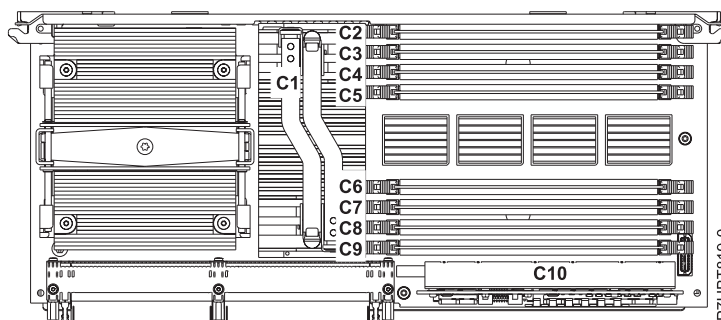

Figure 1. Emplacement des logements pour modules de mémoire dans le bloc processeur
9. Déterminez les logements dans lesquels les modules de mémoire seront placés. Chaque bloc processeur système est doté de huit emplacements de modules de mémoire. Voir tableau 1, à la page 3 pour vous assurer que les modules de mémoire sont équilibrés sur chaque bloc processeur. Insérez les modules de mémoire dans les emplacements indiqués dans le tableau. Pour les emplacements des modules de mémoire sur le bloc processeur système, voir la figure 1, à la page 3.